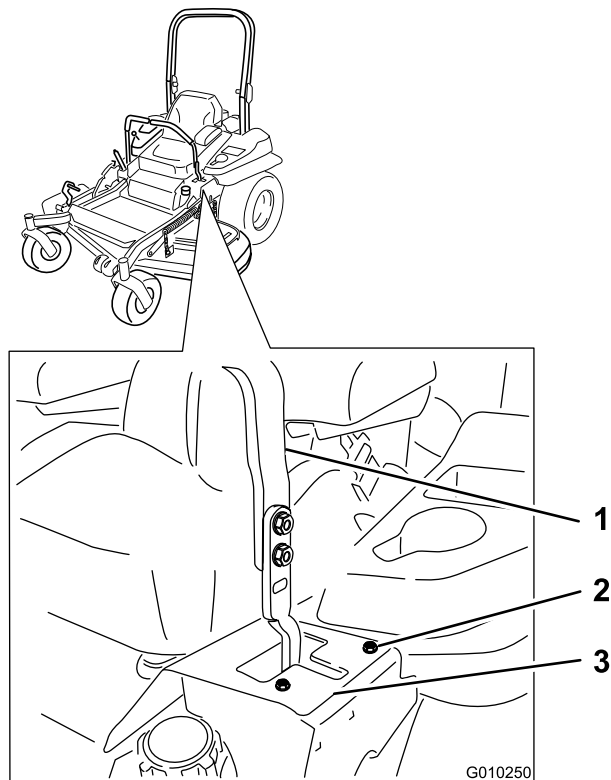

Figura 59
en T de la izquierda hasta que la máquina avance en línea recta (Figura 59).
7. Si se desvía hacia la izquierda, afloje los pernos y ajuste la chapa del tope derecho hacia atrás en la ranura en T de la derecha hasta que la máquina avance en línea recta (Figura 59).
8. Apriete la chapa del tope (Figura 59).